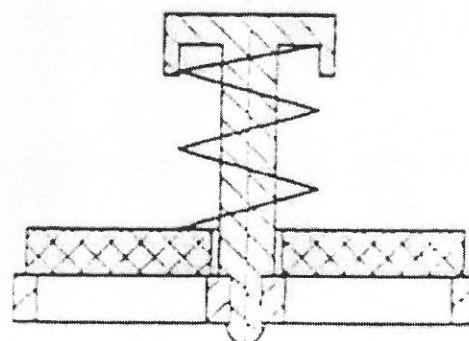

Rys. 3
6. Skontroluj grubość popychacza. Średnica popychacza powinna wynosić $\varnothing 5,35 \pm 0,05$ mm w okolicy współpracy z mieszkiem (26.11.0402) na długości „L” /patrz Rys. 3./ i max. $\varnothing 5,60$ mm na pozostałej długości /Rys. 2./ W razie niezgodności, popychacz przeszlifuj lub wymień.
7. Sprawdź wysokości wytłoczki (oznaczonej na Rys. 3. literą „B”), która nie powinna przekraczać 4 mm. W przypadku większej wysokości doprowadź do zgodności z Rys. 3, poprzez szlifowanie lub spiłowanie.